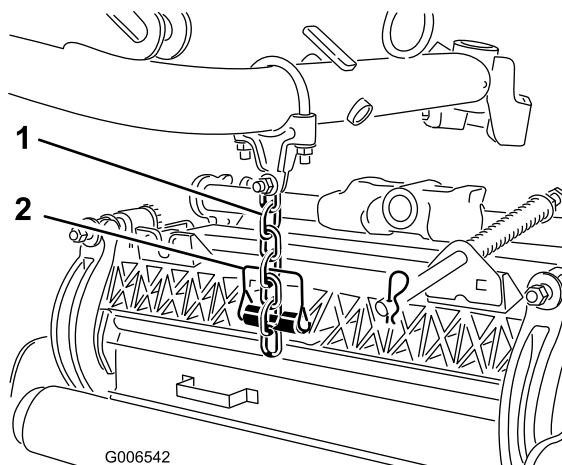

Figura 14
- 8. Prenda a corrente do braço de elevação ao suporte da corrente da unidade de corte (Figura 14) com o pino de encaixe da seguinte forma: